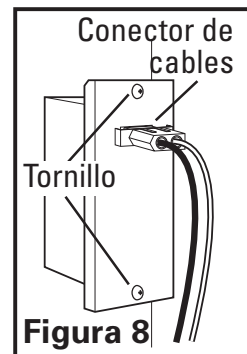
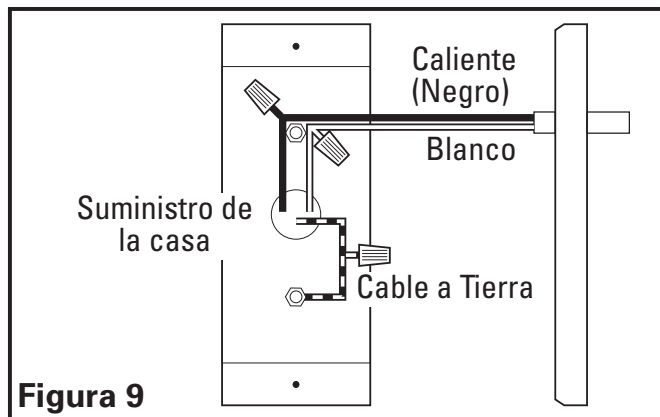

Figura 8
Figura 9
1. Retire los dos tornillos de la cubierta del compartimento de cables para tener acceso al compartimento de cables (Figura 8). Conecte el cable blanco de la campana extractora con el cable blanco del suministro, y el cable negro de la campana extractora con el cable negro del suministro. Conecte el cable a tierra de la casa (verde o desnudo) al cable a tierra (verde) de la campana. Use métodos aprobados para todas las conexiones (Figura 9).
2. Vuelva a colocar la cubierta del compartimento de cables y ajuste los tornillos. Asegúrese que todos los cables queden contenidos con seguridad dentro del compartimento de cables. Si el conector de cables de conexión rápida fue retirado del receptáculo, vuelva a colocarlo. El conector encajará en un solo sentido dentro del receptáculo (Figura 8).